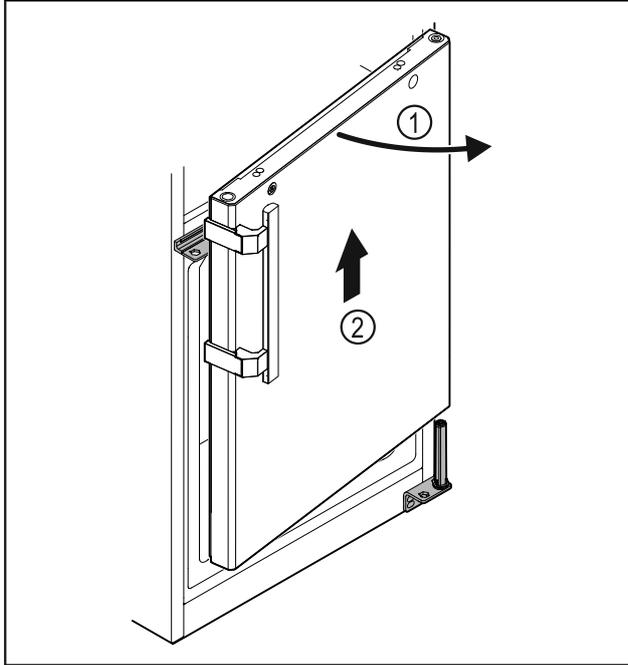

Fig. 28
- ▶ Дверцята Fig. 28 (1) трохи відкрити, приблизно на 200 мм підняти прямо вгору і зняти Fig. 28 (2).